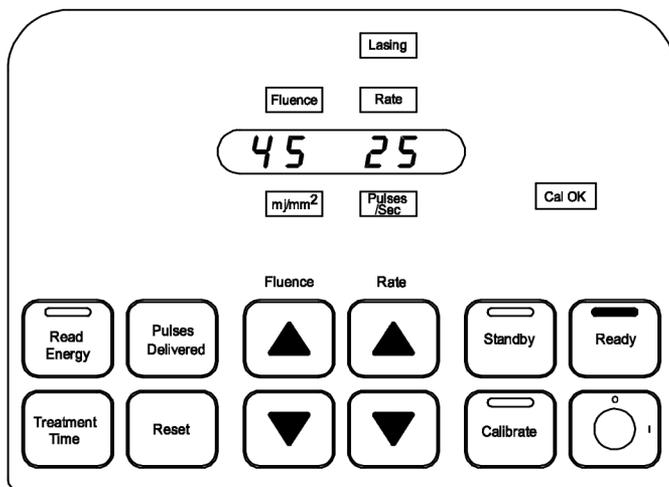

Figura 10
5. La pressione dell'interruttore a pedale causa l'accensione della spia rossa **Radiazione laser in corso** e della spia di stato rossa nella parte superiore del pannello di controllo. (Figura 10)